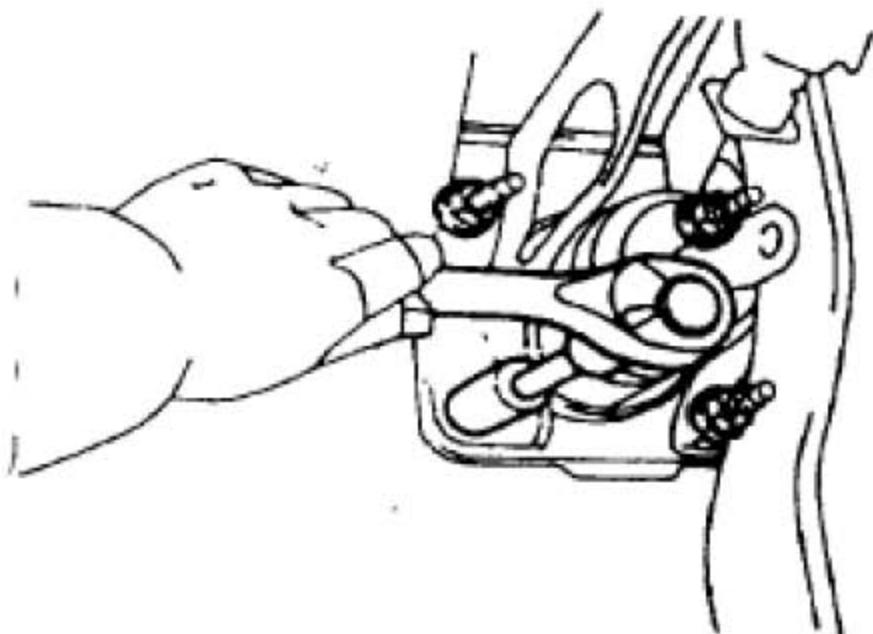

图3-10
- c). 拆下4个螺母和制动踏板支架，如图3-10所示。
- a). 用4个螺母安装制动踏板支架（见图3-10），拧紧力矩：13N·m。